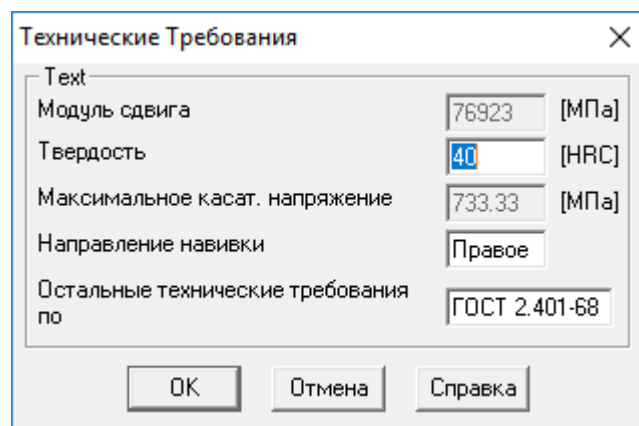

Рис. 10.4
7.2. Задание технических требований. Двойной щелчок левой кнопки мыши в области списка с техническими требованиями (меню **Данные/Технические требования...**) вызывает открытие диалогового окна «**Технические требования**» (рис. 10.4). Пользователь может изменить параметры, записанные в полях с белым фоном.